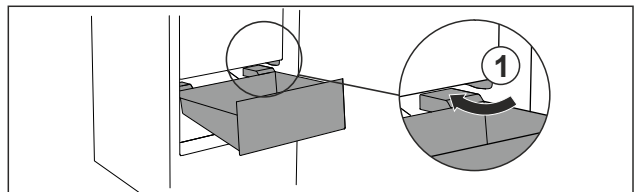

Fig. 68
- Schubfach schräg um die Stopper Fig. 68 (1) herumführen.